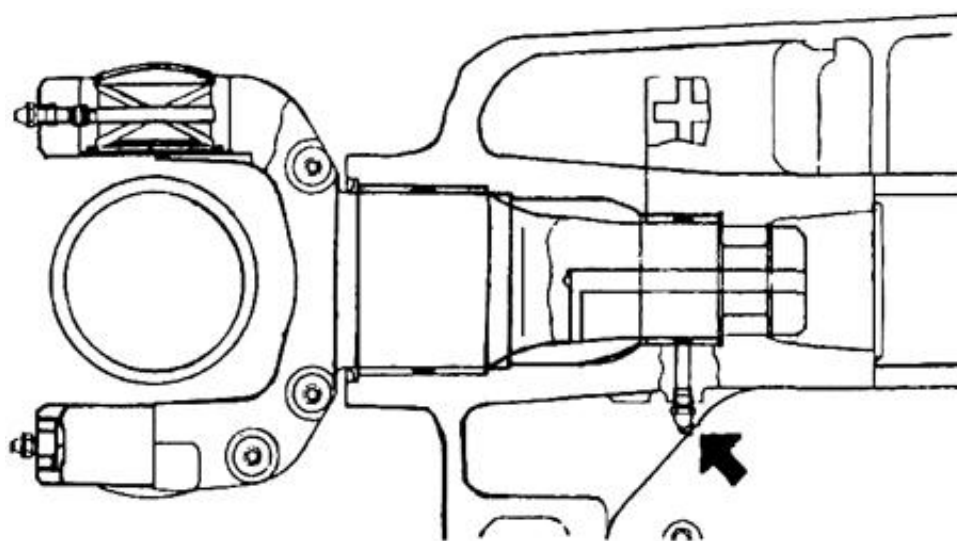

Рис. 6-9
6. Смазать седло цилиндра (СД22С) (см. Рис. 6-9) 1 часть